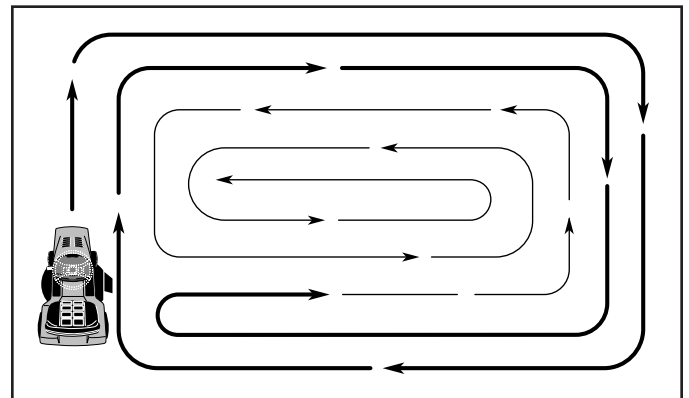

Fig. 13
- Al segar las área grandes, empiece girando a la derecha de modo que los recortes se descarguen, alejándose de los arbustos, cercos, entradas de automóviles, etc. Después de una o dos vueltas, siegue en la dirección opuesta, haciendo virajes a la izquierda, hasta que termine (Vea Fig. 13)